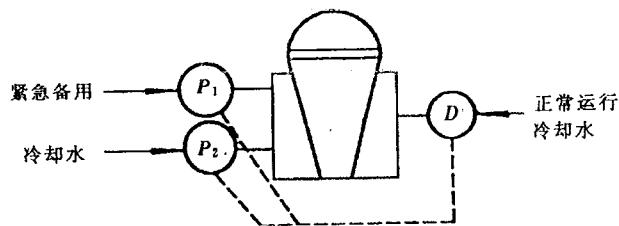

图 1 某反应炉夹套的冷却系统
1. 图 1 是某反应炉夹套的冷却系统。当正常冷却水突然断水(如管道损坏)而造成系统失水，这时失水信号检测器 D 探得失水信号，将启动备用水泵 P_1 和水泵 P_2 。如果两台备用泵均启动成功，则系统成功；若只有其中一台泵启动成功，则系统是 50% 的部分成功；若两台泵均未能启动则系统失败。除了要考虑信号检测器 D 和备用水泵 P_1 和水泵 P_2 的因素外，首先还要考虑电源的成功与失败。以“管道损坏”为初始事件，建造管道损坏引起系统失败的事件树图。